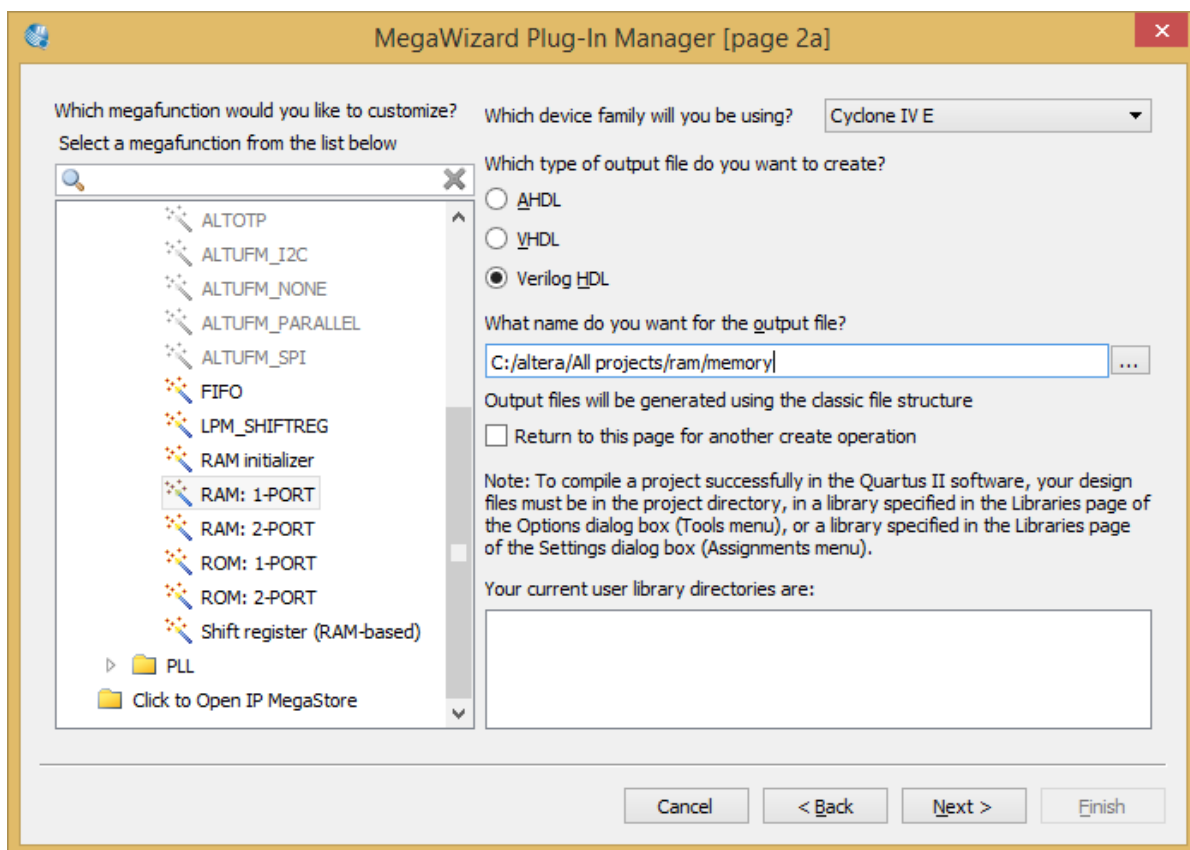

Рисунок 11.4 – Внешний вид генератора мегафункций
2. С помощью генератора мегафункций Mega Wizard Plug-in Manager создайте блок памяти (см. рис. 11.4). Для этого воспользуйтесь функцией RAM: 1-PORT (папка Memory Compiler). В качестве выходного файла укажите Verilog HDL, и задайте имя файлу memory.v (в рабочей директории проекта).
3. На следующих страницах генератора мегафункций укажите формат блока памяти (32 8-разрядных слова) и используемые ресурсы (блок М4К). Оставьте заданную по умолчанию настройку – использовать одну тактовую частоту для синхронизации всех регистров блока памяти. Отключите опцию применения выходных регистров в блоке памяти (как показано на рис. 11.4) – установка Read output port(s) в разделе Which ports should be registered?.